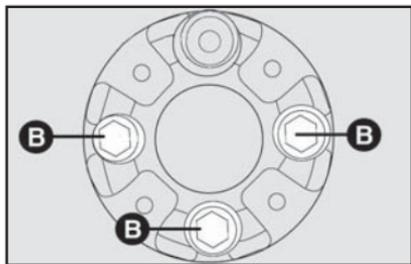

fig. 11
5) Solte os 3 parafusos **B-fig. 11**, usando a chave de roda e girando-a no sentido anti-horário.